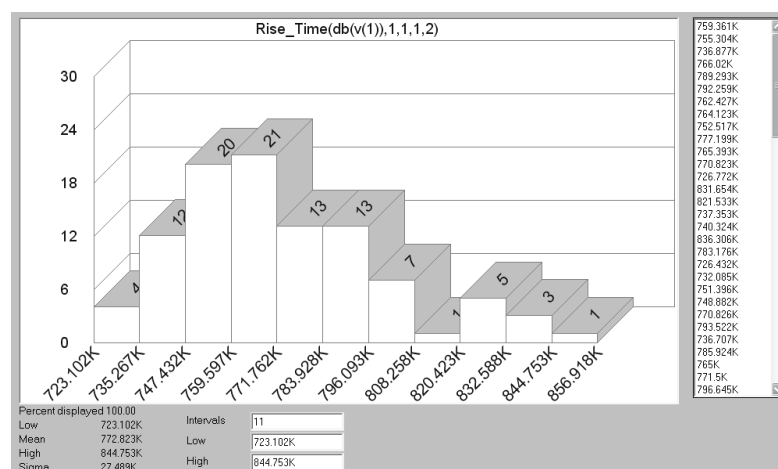

Рисунок 6.2 - Вікно побудови гістограм
**Carlo>Histograms/Add Histograms**, та дублюється натисканням на піктограму . Її результати представляються у вигляді гістограми, зразковий вид якої показаний на рис.6.2.